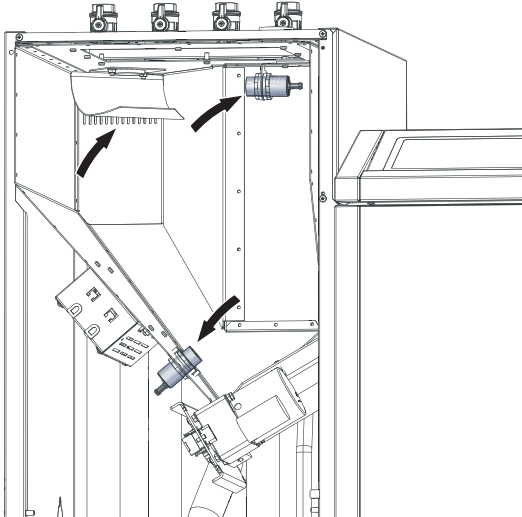

Fig. 75 Näherungsschalter und Filterschlitz reinigen
- ▶ Staub auf den Näherungsschaltern und Filterschlitz entfernen – Fig. 75.